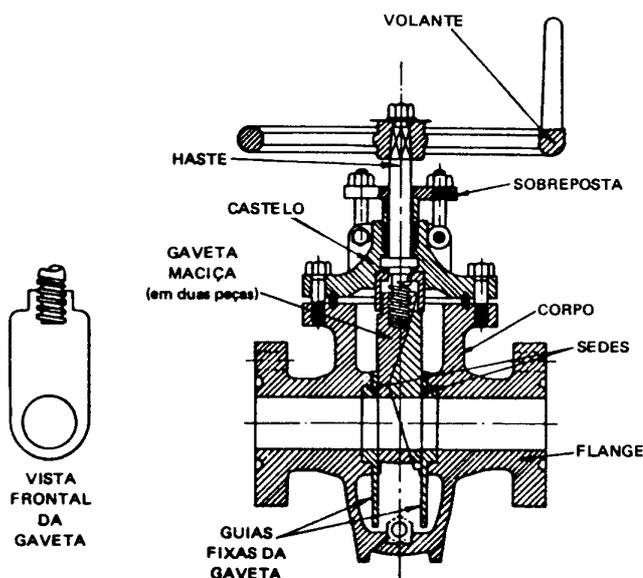

Fig. 19 - Válvula de passagem plena
3. *Válvulas de passagem plena* (through conduit valves) - As válvulas de passagem plena, muito empregadas em oleodutos, têm uma gaveta volumosa e contendo um orifício exatamente do mesmo diâmetro interno da tubulação (Fig. 19). A válvula é construída de tal forma, que quando aberta, o orifício da gaveta fica em rigorosa continuação da tubulação, fazendo com que a perda de carga através da válvula seja extremamente baixa. Essa disposição tem ainda